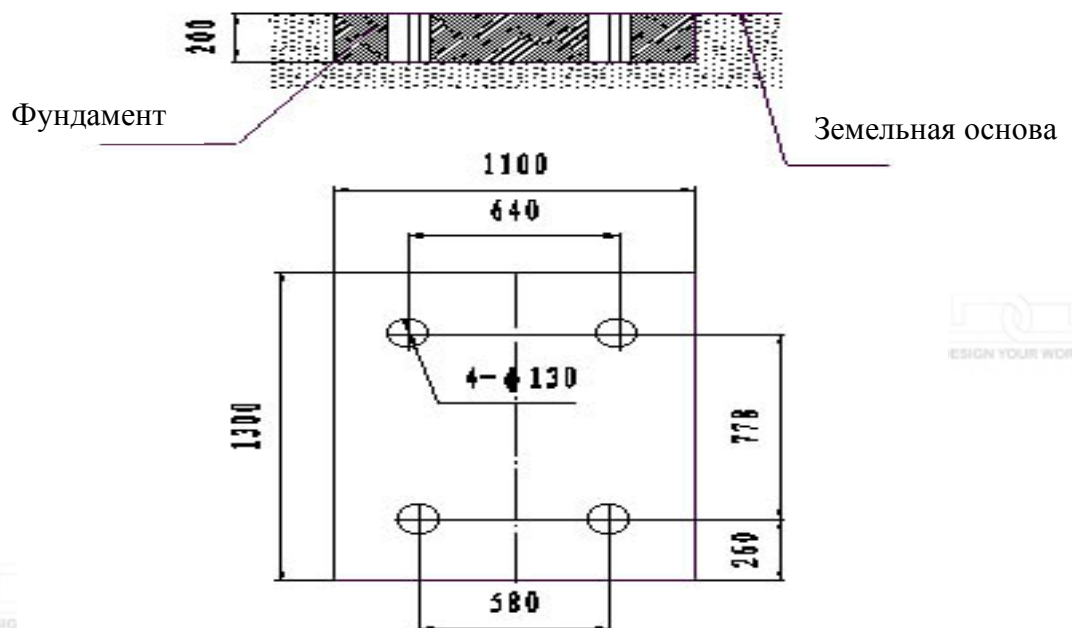

Рис. 2 Фундамент машины
4.2. Подготовить фундамент согласно Рис. 2. Установить машину, руководствуясь планом установки. Аккуратно установите машину на фундамент и проверьте горизонтальность установки уровнем, выровнять основание всей машины при необходимости. Избегать слишком сильного затягивания болтов под маховиком, следить, чтобы не возникли деформации главного вала. Чтобы проверить, не произошел ли изгиб вала, первым делом поместите уровень в верхнюю часть главного вала. 5. Затем замерьте показания на двух больших маховиках - они должны быть в пределах 0.20 мм/м от предыдущего. После того, как все показания удовлетворяют требованиям зафиксируйте машину анкерными болтами и произведите заливку цементным раствором. После отвердения цемента обтянуть еще раз болты. Удалить консервационную смазку, надеть ремни и кожухи безопасности на большие колеса. Подсоединить питание.